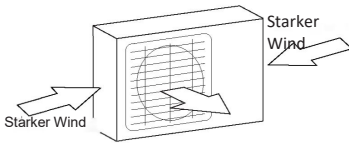

Abb. 9.1.
- ☑ Wenn der Ort starken Winden ausgesetzt ist, z.B. in der Nähe des Meeres, sollte das Gerät in der Nähe der Wand aufgestellt werden, um es vor Wind zu schützen. Gegebenenfalls sollte ein Schutzdach montiert werden. (Siehe Abb. 9.1 und 9.2)